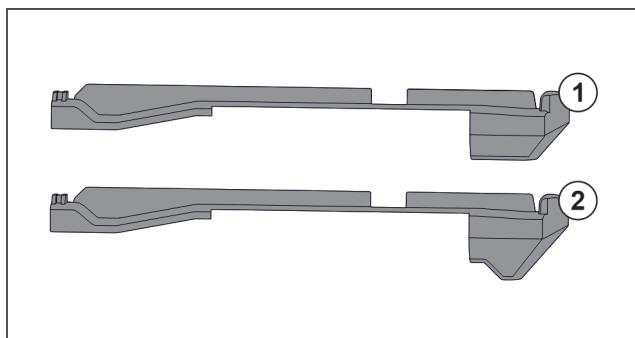

Fig. 123 Porovnanie násuvných dielov
V zariadení sa nachádzajú dva rozdielne násuvné diely. Násuvný diel nad spodnou zásuvkou Fig. 123 (2) má trojuholníkovú hranu. Všetky ostatné násuvné diely Fig. 123 (1) majú rovnú hranu.
- ▶ Namontujte násuvný diel Fig. 123 (2) s trojuholníkovou hranou nad spodnú zásuvku.
- ▶ Namontujte násuvný diel Fig. 123 (1) s rovnou hranou na všetky ostatné miesta.